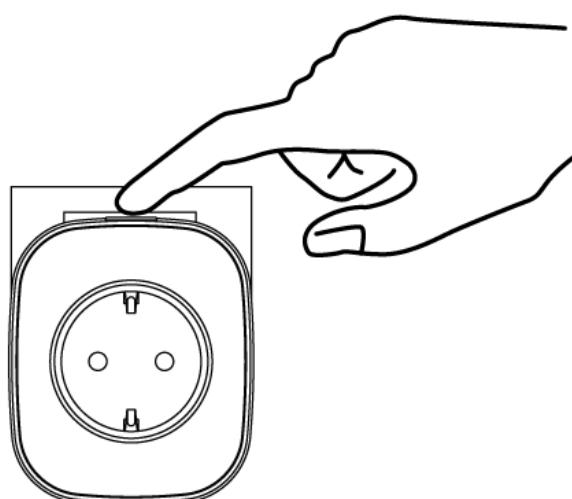

Рисунок 2.2.4.1
- Зажать кнопку розеточного модуля (см. Рисунок 2.2.4.1) на время четыре – пять секунд, пока не начнёт мигать синяя индикация в кнопке.
Тест качества связи запускается посредством долгого нажатия (не менее пяти секунд) на кнопку прибора (см. Рисунок 2.2.4.1), пока не начнёт мигать синяя индикация в кнопке,
- Выключите питание (выньте прибор из розетки) и зажмите кнопку розеточного модуля (см. Рисунок 2.2.4.1) до полной разрядки конденсаторов (5-10 с).